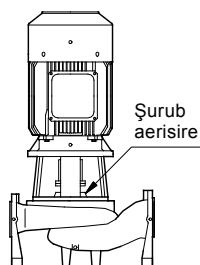

Fig. 4 Șurub aerisire
1. Închideți vana de izolare de pe refulare și desfaceți ventilul de aerisire al pompei, vezi fig. 4.
3. Aerisiți pompa în timpul pornirii prin slăbirea șurubului orificiului de purjare până când un debit de fluid curge prin orificiul de purjare, vezi fig. 4.